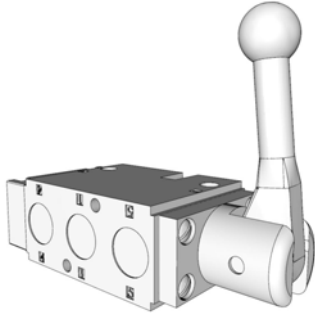

FIG. 15
- Posición normal permite el giro libre de la bobina (FIG. 15).